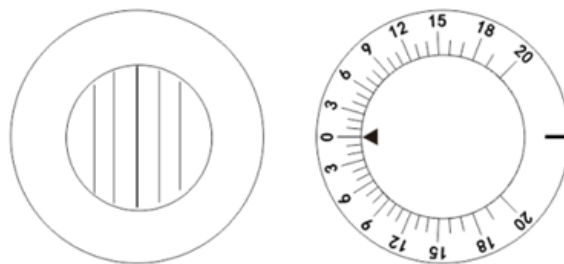
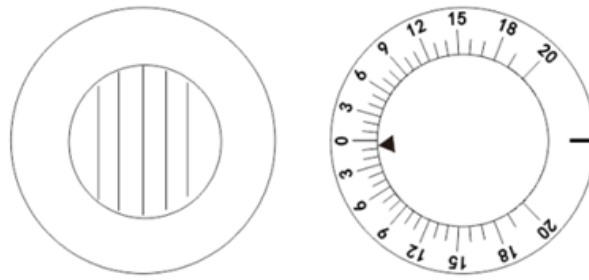

Figura 48
Figura 49
B. Luego mida la foria vertical. Como se muestra en la figura 48, gire la perilla de la lente auxiliar ② y establezca MR_{RV} para el ojo derecho. Gire la lente del prisma de rotación ② para colocar el ojo izquierdo en posición horizontal. Ahora Testee puede ver la línea horizontal roja con el ojo derecho y el punto de luz con el ojo izquierdo. Luego, usando el mismo procedimiento de a, pregúntele a Testee cuándo puede ver la línea roja y el punto de luz reunirse mientras gira la perilla de rotación de la lente del prisma ①. Cuando se muestra como la figura 49, Testee informa que se encuentran, es 0.5, por debajo de 0. lo que indica que el ojo izquierdo es $0.5\Delta D$, llamado heteroforia hacia arriba de 0.5Δ .